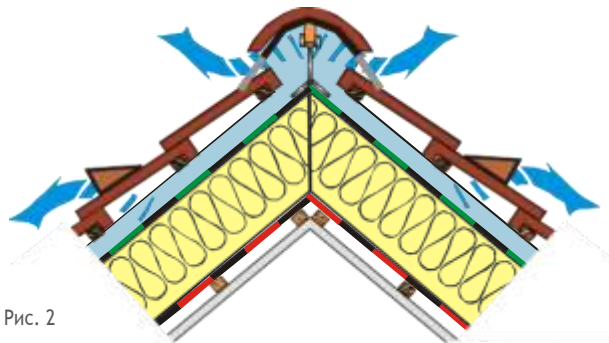

Рис. 2
15. Якщо в області ковзана під мембраною немає простору холодного горища або воно менше 150 см у висоту - мембрана укладається через верх ковзана без зазору (рис.2).